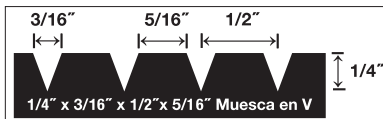

Figura 2
- Llana de 1/4" x 1/2" x 3/16" (6 mm x 13 mm x 5 mm) (Figura 2)
- Esparza cantidades suficientes del adhesivo recomendado con la llana recomendada (Figura 2) en un área que se pueda cubrir en 30-60 minutos (ver la información del adhesivo).